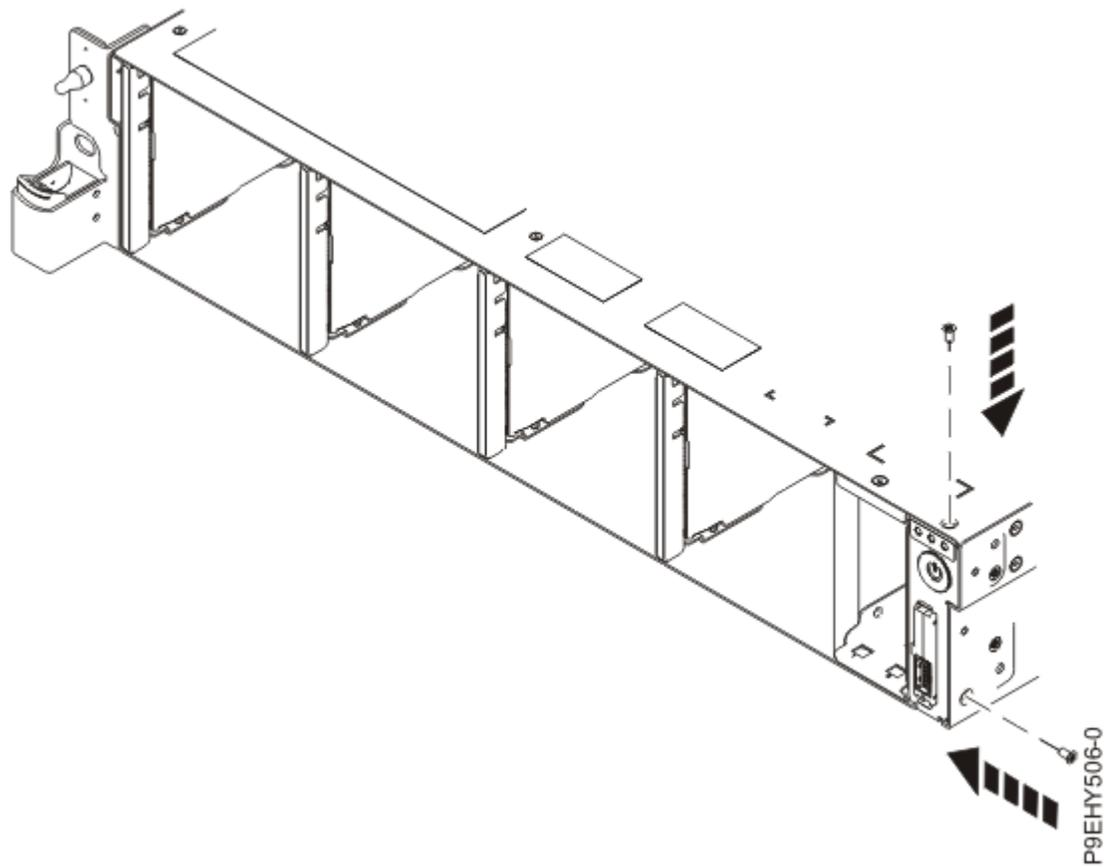

図 110. 上下のねじの再取り付け
5. 電源スイッチの上下のねじを再取り付けします (126 ページの図 110 を参照)。